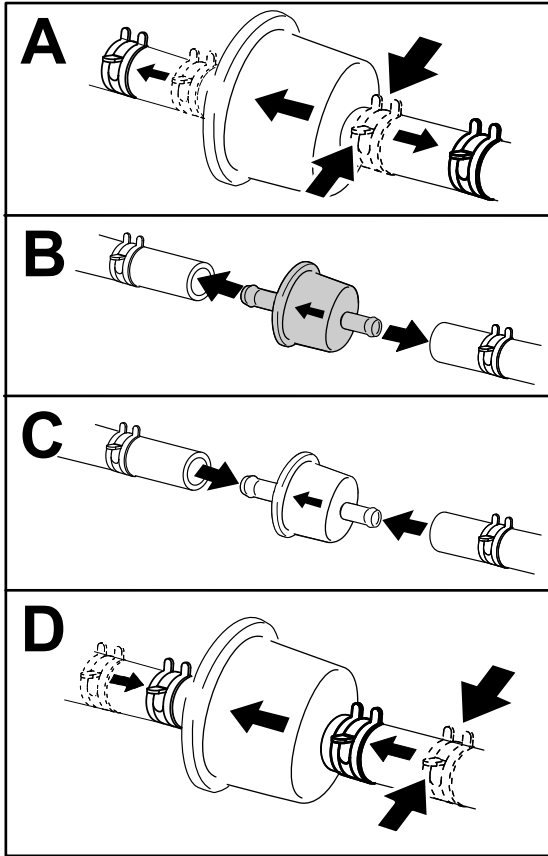

Figura 48
3. Substitua o filtro (Figura 48).